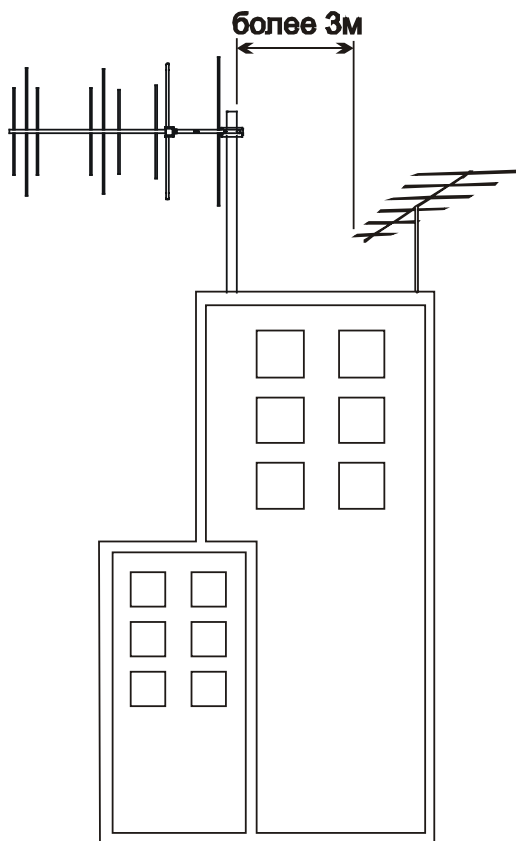

Рис. 3
- С целью уменьшения помех телеприему не рекомендуется устанавливать мачту антенны A2D ближе 3-х метров от телевизионной антенны (см. рис. 3).